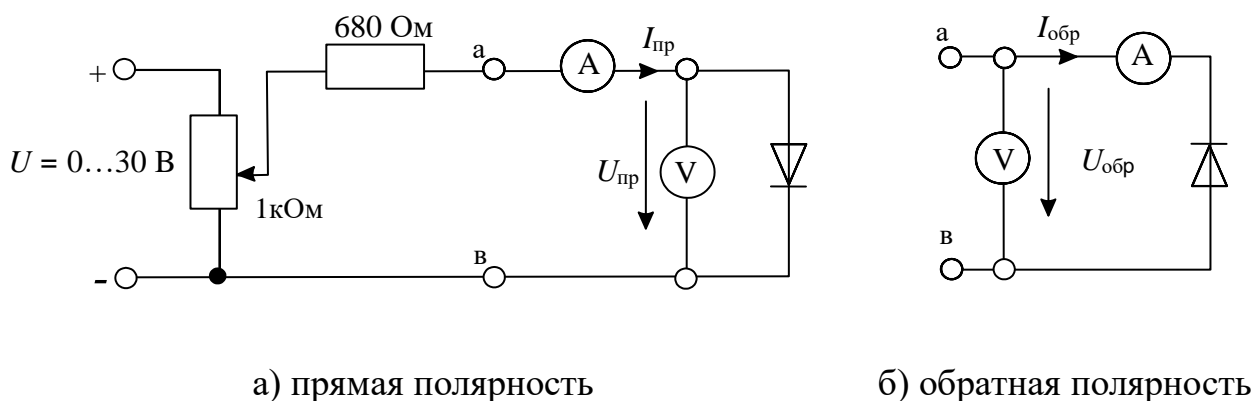

Рисунок 3 Схема для получения вольтамперной характеристики диода
1.1. К диоду (рис. 3, а) при прямой полярности приложите напряжение постоянного тока $U_{пр.}$, величины которого указаны в таблице 1, измерьте с помощью мультиметра соответствующие токи $I_{пр.}$ и их значения занесите в эту таблицу. Используйте при этом схему измерения с погрешностью по току (рис. 3, а).
1.2. Измените полярность диода, переключите вольтметр для измерений с погрешностью по напряжению как показано на рис. 3, б и повторите экспери-